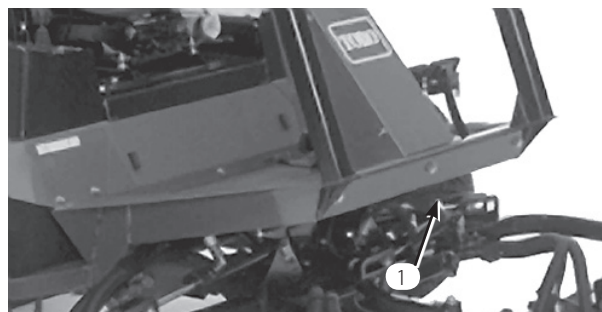

図 31
2. 前フレーム部材の中央部に、チェーンやロープなど適当な牽引索を取り付ける (図31)。